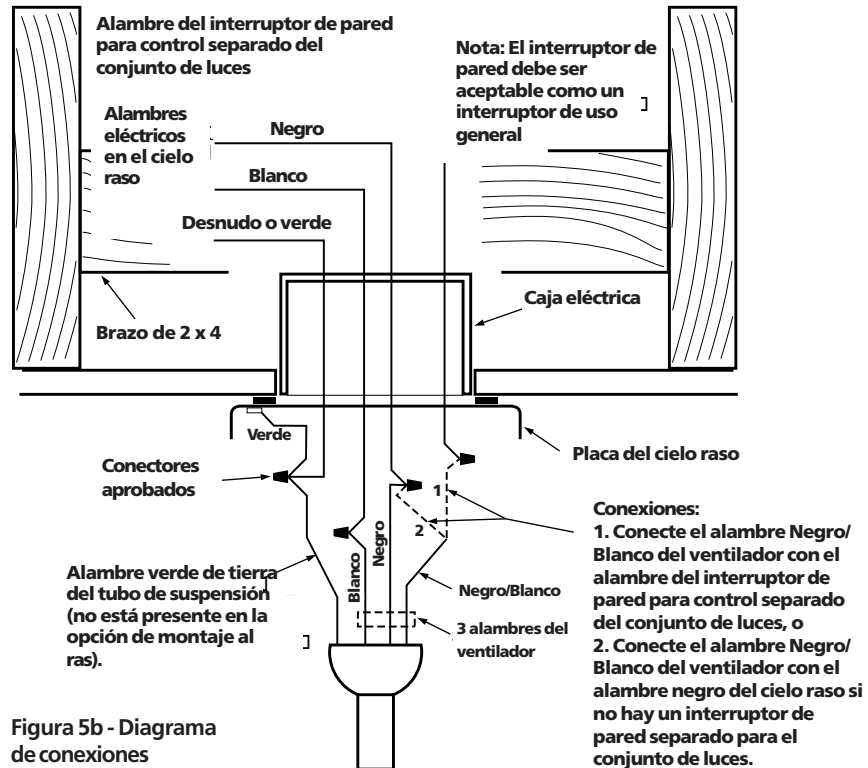

Figura 5b - Diagrama de conexiones
4. Conecte los alambres como se muestra en la Figura 5b. Para conectar los alambres, tuerza juntos el metal desnudo de los alambres. Coloque una tuerca de alambre sobre la longitud trenzada de